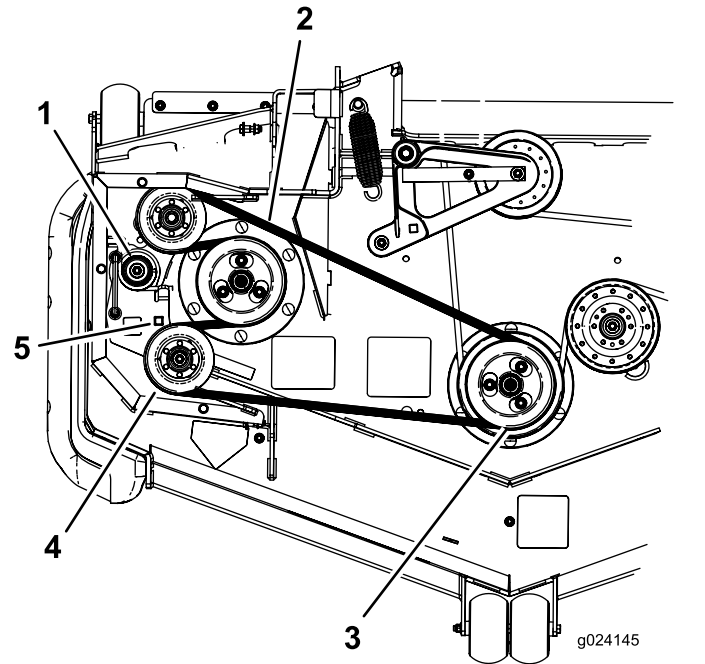

Bild 93
9. Setzen Sie eine Ratsche in das rechteckige Loch im Spannarm ein, um die Spannung an der Spannscheibenfeder zu lösen (Bild 93).
10. Ziehen Sie den Riemen von der Riemenscheibe des Mähwerks ab (Bild 93).
11. Ziehen Sie den Riemen von den restlichen Riemenscheiben ab (Bild 93).
13. Setzen Sie eine Ratsche in das rechteckige Loch ein und nehmen Sie die Spannung von der Feder; verlegen Sie dann den neuen Riemen um die Spannscheibe (Bild 93).